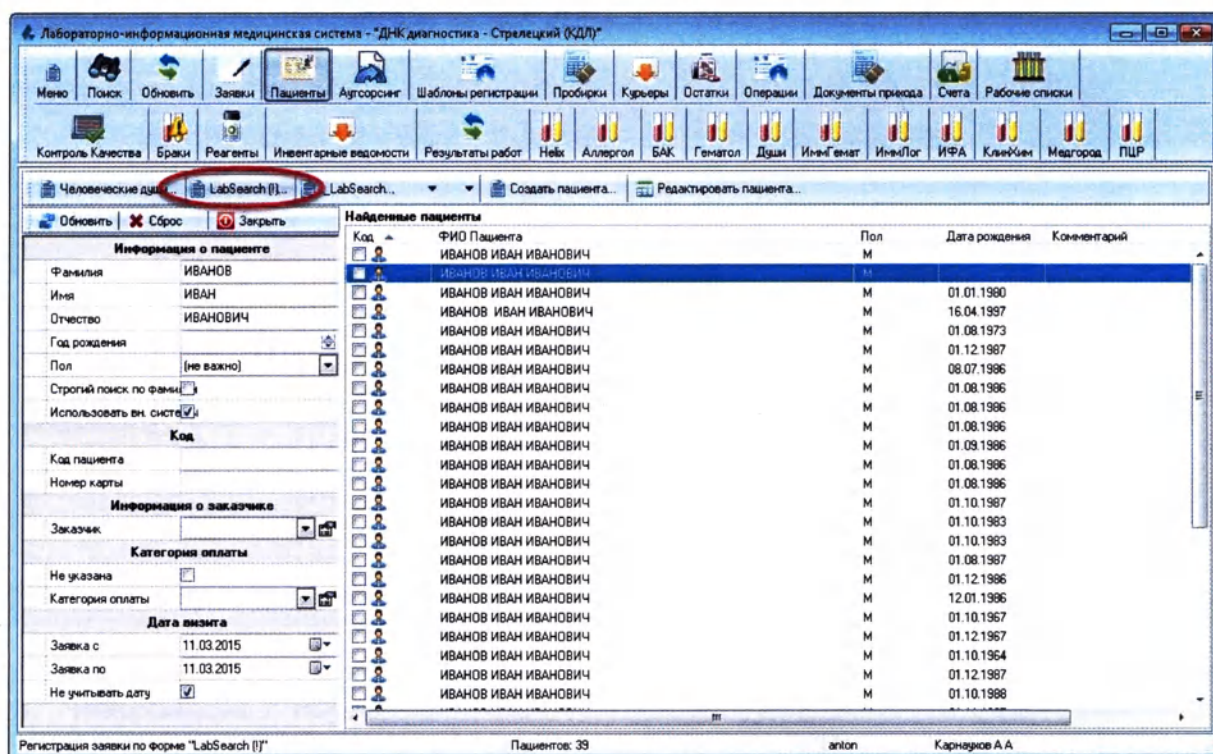

Рисунок 2.32
- Если вы находитесь в журнале пациентов, выделите нужную запись журнала и нажмите кнопку подходящей регистрационной формы (Рисунок 2.32):